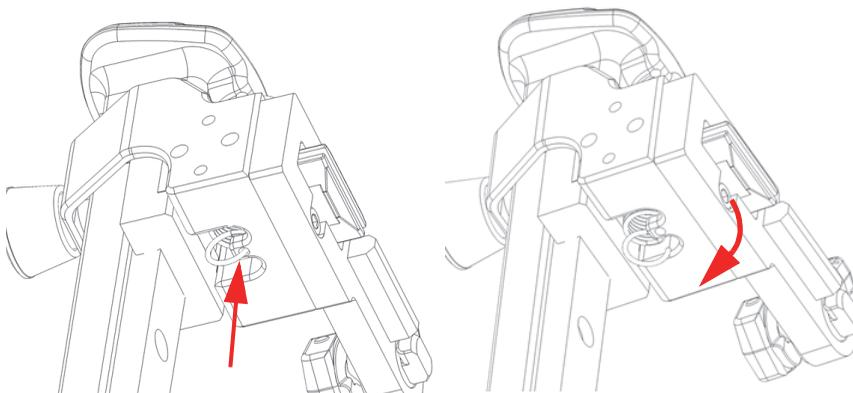

Figura 2-26 Rimozione della molla dal foro di fissaggio
1. Usando un paio di pinze a becco lungo, rimuovere la parte inferiore della molla dal foro della staffa del meccanismo a molla (Figura 2-26 a pagina 56).